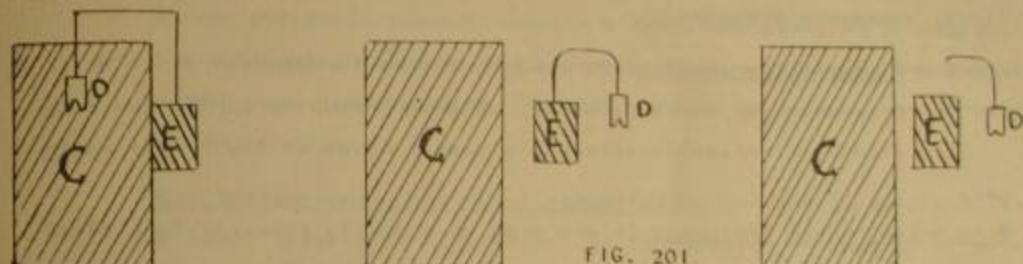

FIG. 201
a) Mecanismo químico: en este caso debe haber siempre entre el encendido químico y el detonante un mínimo de 10 cm. de mecha lenta. Ante cualquier falla en el mecanismo, que encienda en forma instantánea, la mecha lenta nos da tiempo de alejarnos. Para desarmarlo, se separa primero el detonante de la carga y luego la mecha del mecanismo químico. Esto último se hace porque, en la mayoría de los casos, el mecanismo contiene mezcla de clorato de potasio de no separarlo puede encenderse solo al dejarlo almacenado y hacer estallar el detonante; preservar de la humedad. Ver Fig. 201